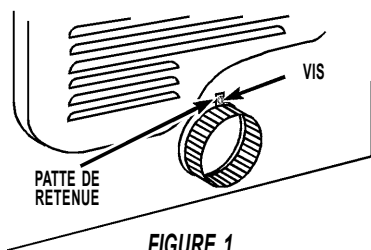

FIGURE 1
2. Pour certaines configurations, il peut être nécessaire d'enlever la vis de la patte qui retient le conduit d'évacuation à l'arrière de la caisse. Pousser la patte vers le bas et séparer la patte du conduit d'évacuation. Conserver la patte de retenue. Voir Figure 1.